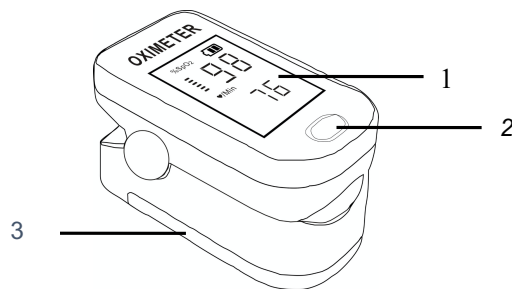

Bild 3.1 Delar av enhetens fram och baksida
3.1 Beskrivning av enhetens framsida (se bild 3.1)